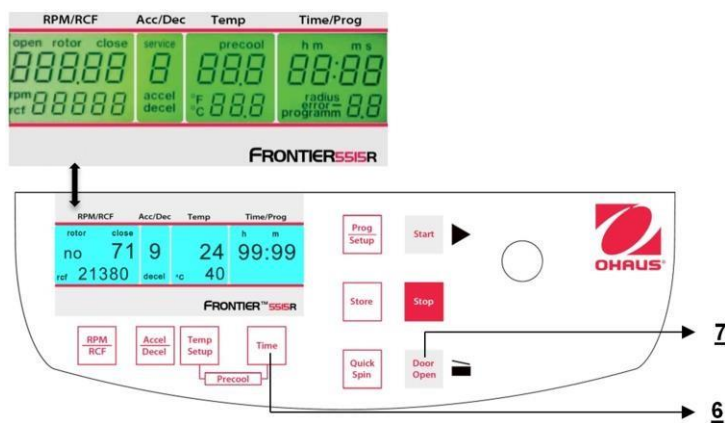

Figura 32
Cuando la centrífuga está apagada, presione al mismo tiempo los botones **"Time"**(6) y **"Door Open"** (7) y encienda el interruptor principal de la centrífuga. Ahora suelte ambos botones y como resultado se ejecuta una prueba de pantalla durante aproximadamente 5 segundos. Todos los indicadores aparecerán al mismo tiempo (vea la Figura 32).